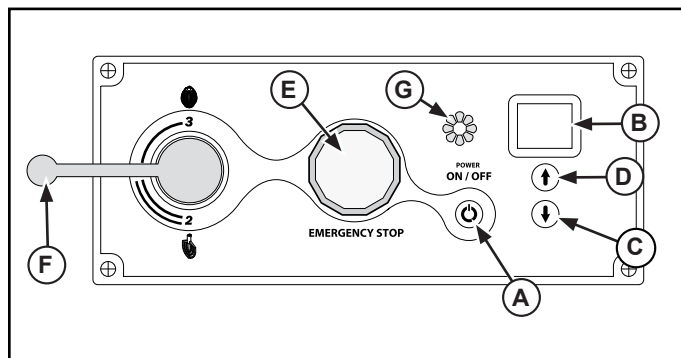

Figura 6. Miscelatore da 22 l e da 33 l, pannello di controllo.
2. Selezionare la velocità desiderata in base agli ingredienti. Utilizzare la leva di selezione velocità (F) per impostare la velocità. Vedere la figura 6.